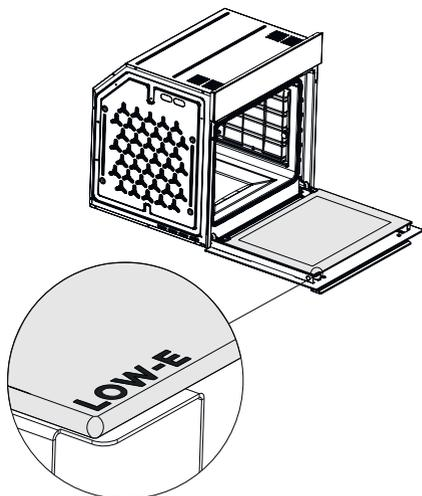

Fig. 33
*Quando la porta del forno si trova in posizione orizzontale, la dicitura LOW-E sul vetro interno della porta del forno sarà come indicato in (Fig. 33)*